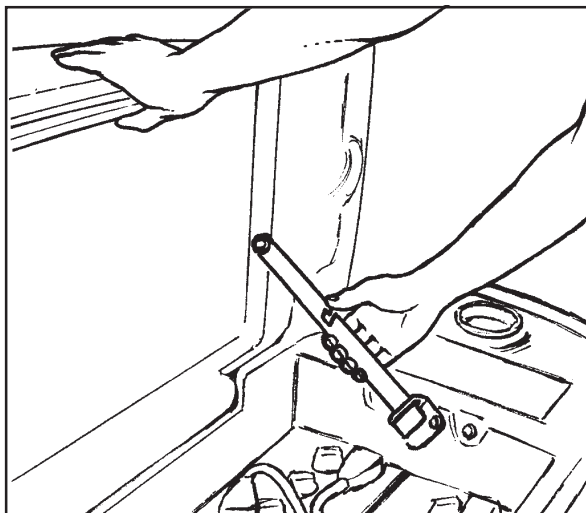

Figura 29A
1. Para controlar las baterías, incline el depósito de recuperación hacia arriba hasta que quede bloqueado en la posición abierta. Véase la figura 29A. Para cerrar el depósito, tire hacia arriba del brazo sujetador y luego baje el tanque lentamente hasta la posición cerrada.